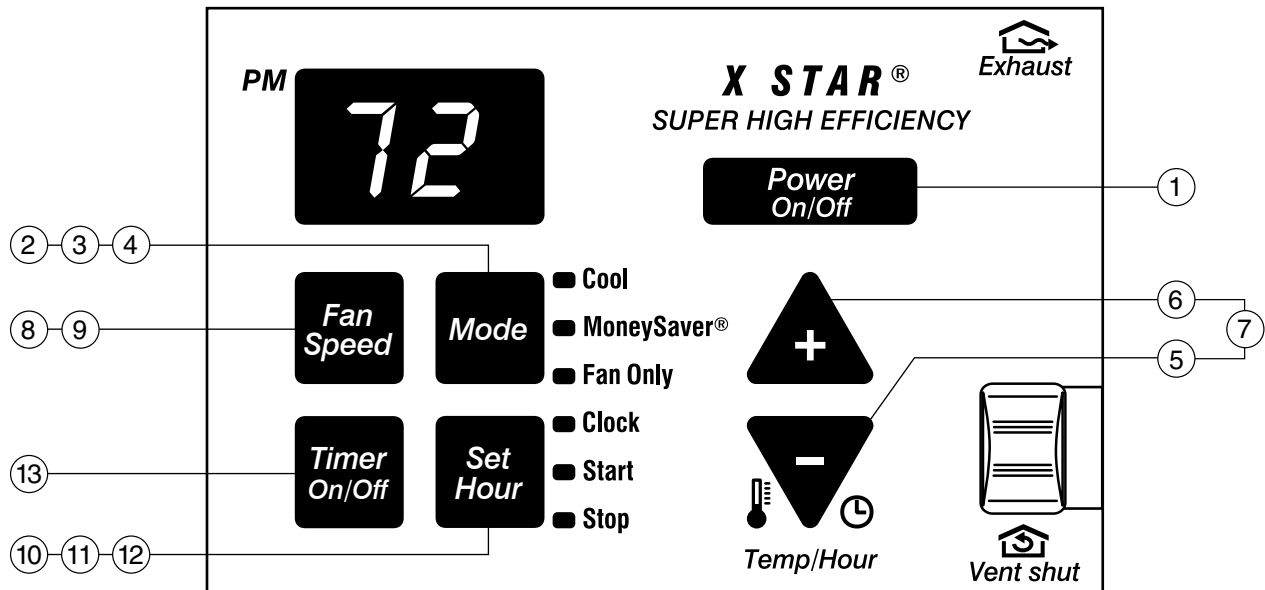

Figure 2
- ② **COOL** (refroidissement) - Appuyer sur la touche COOL pour passer automatiquement en mode de refroidissement.
- ③ **FAN ONLY** (ventilateur seulement) - Appuyer sur la touche FAN ONLY pour ne faire fonctionner que le ventilateur. Il est possible d'utiliser cette fonction avec la fonction air frais / évacuation (FRESH AIR/ EXHAUST) pour amener de l'air frais dans la pièce ou faire sortir de l'air vicié. La fonction de refoulement (EXHAUST) est située dans le coin supérieur droit du centre de commande électronique du climatiseur). Voir la page 22, Figure 2.
- ④ **MoneySaver®** (économie) - Appuyer sur la touche MoneySaver® pour activer la fonction MoneySaver®. MoneySaver® est une fonction qui fait fonctionner le ventilateur uniquement en même temps que le compresseur, pour éviter le fonctionnement continu du ventilateur.